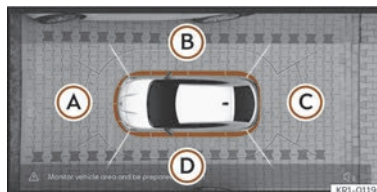

Fig. 161 Ecranul sistemului de afișare a zonei: vedere de sus.
Se poate selecta între 4 afișări diferite >>> **fig. 161:**
Imaginea de sus este generată prin cumularea imaginilor tuturor camerelor >>> **fig. 161.** Vederea de sus poate fi selectată prin apăsarea pe autovehicul interiorul zonei.
Apăsăți pe diferitele zone de la >>> **fig. 161 (A)** la **(D)** ale vederii de sus sau ale vederii de sus reduse pentru a selecta și a seta vizualizarea corespunzătoare, care va fi evidențiată în portocaliu.